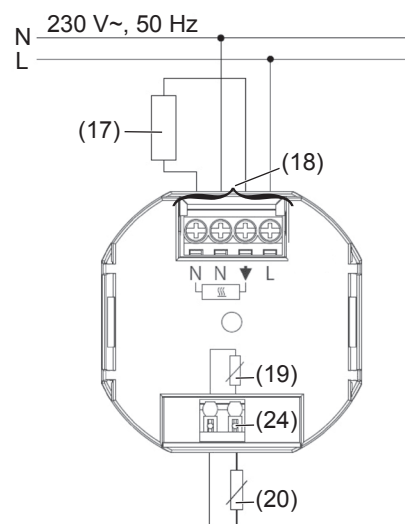

Bild 4: Anschlussplan
- Regler gemäß Anschlussplan anschließen (Bild 4).
- Gegebenenfalls externen Fernfühler (20) anschließen (siehe „Externen Fernfühler anschließen“).
- Fernfühler gemäß Anschlussplan anschließen (Bild 4, Pos. (20)).
- Zum Einführen und Entfernen der Anschlussleitung mit geeignetem Werkzeug die Lösetaste (Bild 4/7, Pos. (24)) eindrücken.